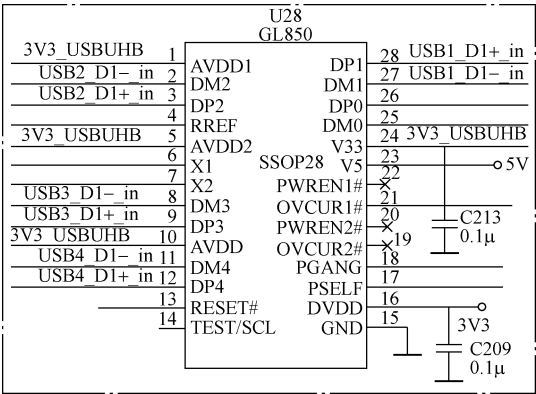

图 6-60 U28 (GL850) 及其外围元器件相关电路截图
【附注】1) 该机在故障出现时检测用 U 盘 USB1 ~ USB4 指示灯亮, 但不闪烁; U28 (GL850) 的②③脚 5V 电压正常, ②④脚 3.3V 电压为 0V, 但焊下②④脚电压正常。2) U28 (GL850) 及其外围元器件相关电路截图如图 6-60 所示。